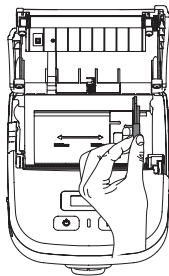

Figura 1
1. Sujete la parte superior del regulador y desplácelo hacia la derecha (como se muestra en la Figura 1).